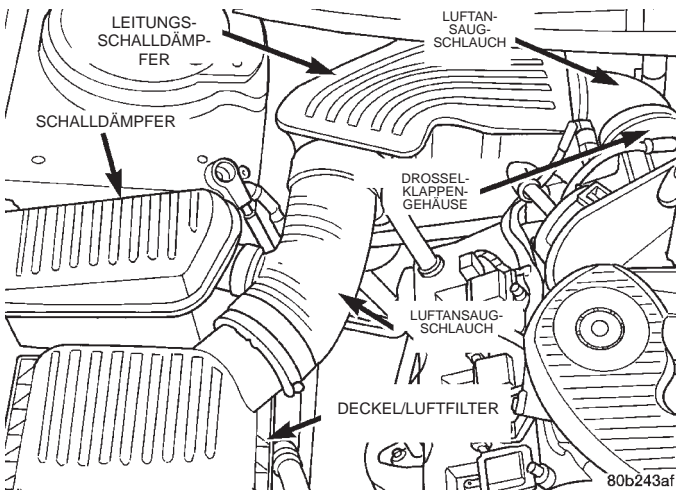

Abb. 20 Ansaugluft-Leitungsschalldämpfer und Luftansaugschlauch
(8) Ansaugluft-Leitungsschalldämpfer und Luftansaugschlauch (Abb. 20) vom Drosselklappengehäuse und dem vom Deckel des Luftfilters kommenden Luftschlauch abbauen.
(18) Ansaugluft-Leitungsschalldämpfer und Luftansaugschlauch (Abb. 20) am Drosselklappengehäuse und dem vom Deckel des Luftfilters kommenden Luftschlauch anbauen.